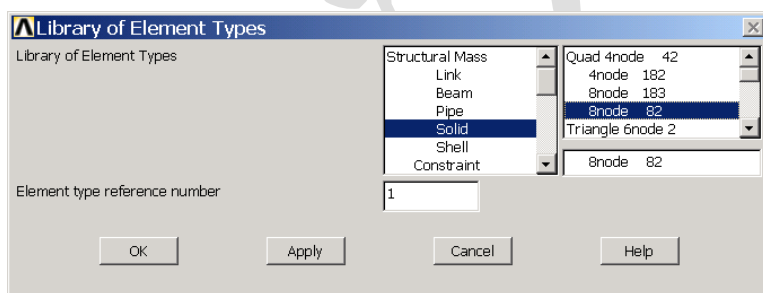

图1.23 【Library of Elenment Types】对话框
(2) 单击【Elenment Types】对话框中的【Add】按钮，接着弹出如图 1.23 所示的【Library of Elenment Types】对话框。
(3) 选择左边输入框中的【Solid】，然后选择右边输入框中的【8node 82】，单击【OK】确认。
(2) 按图 1.23 所示填写相应数据,【Width】中输入【200】,【Height】中输入【100】,并单击【OK】按钮。这样将绘制一个左下角点位于坐标原点,右上角点位于 200, 100, 0 的矩形。